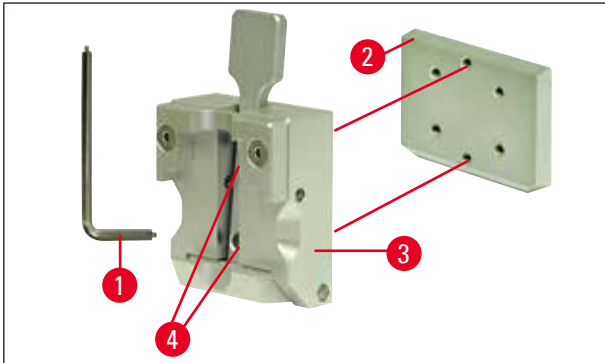

図 10
3. ダブテールガイド(→ 図 10-2)の 2 本のネジ(→ 図 10-3)を外して試料クランプ(→ 図 10-4)から外します(→ 図 10)。ここでもサイズ 3 のハンドル付き六角レンチを使用します。